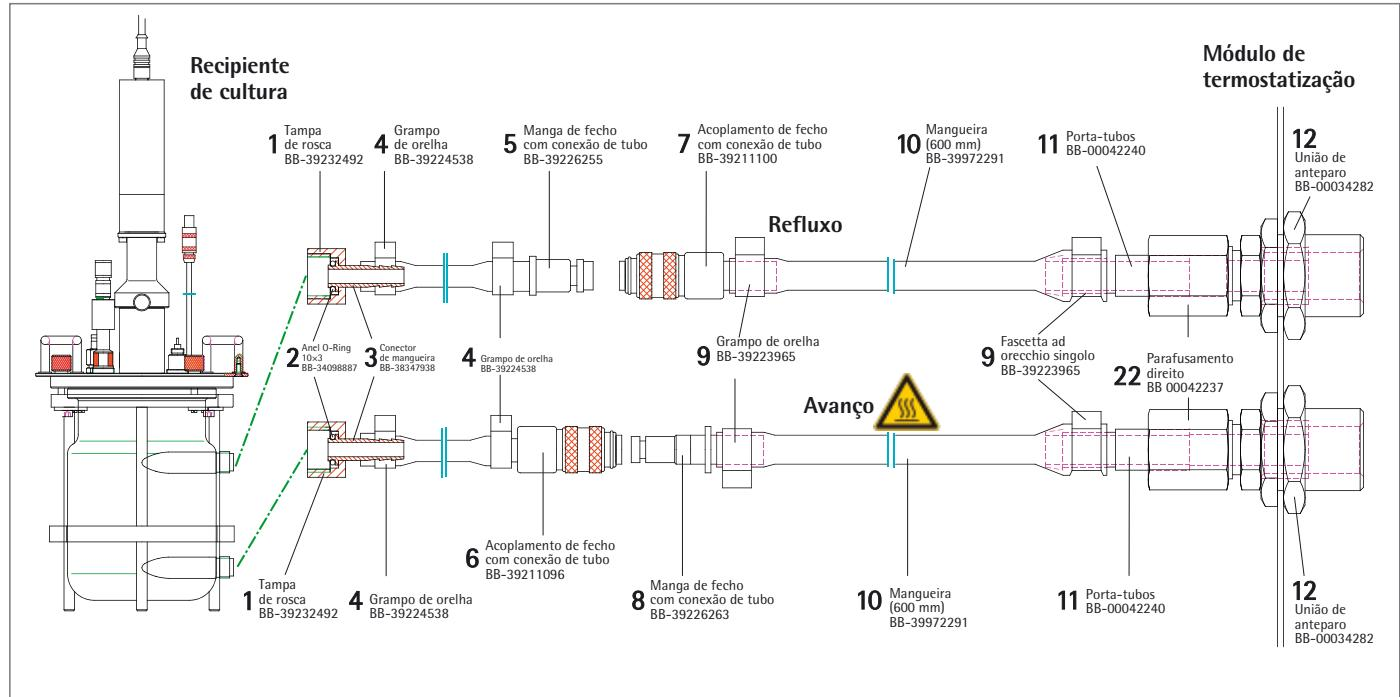

Figura 3-4: Conjunto de tubos para conexão do sistema de termostatização em recipientes de parede dupla
3. Rodar a caixa do motor um pouco para a esquerda ou para a direita até que a peça de acoplamento do motor engate no acoplamento do eixo do agitador [► Figura 3-4].